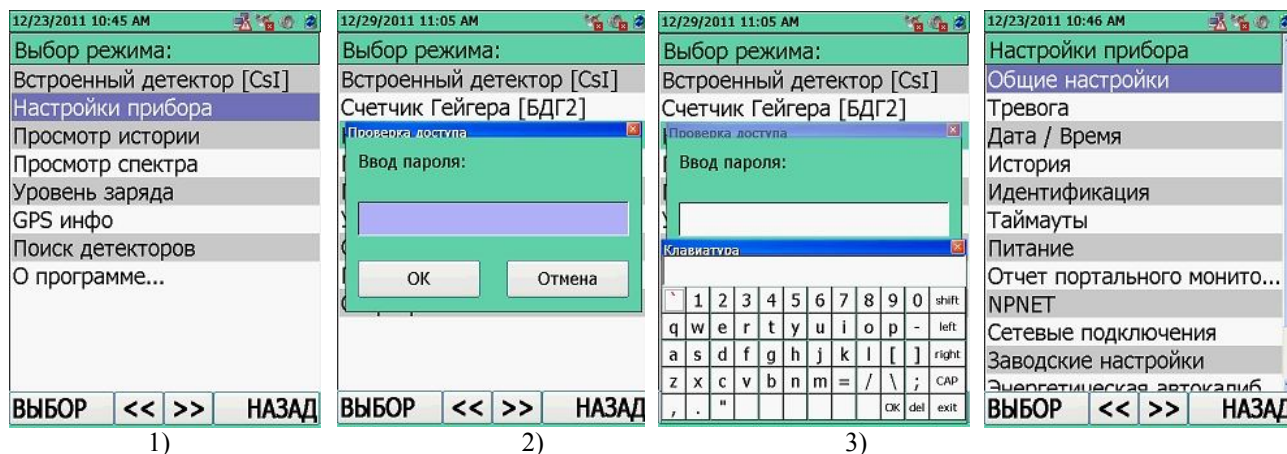

Рисунок 11.26
Для входа в режим настройки параметров прибора **"Настройки прибора"** необходимо в окне индикации режимов работы прибора выбрать пункт меню **"Настройки прибора"**, рисунок 11.26 (1). В окно отображения режимов работы прибора можно войти при нажатии на кнопку РЕЖИМ из любого режима работы. Выбор требуемого пункта меню **"Настройки прибора"** осуществляется перемещением курсора при помощи кнопок джойстика ВВЕРХ/ВНИЗ. Подтвердить переход в режим **"Настройки прибора"** необходимо нажатием центральной кнопки джойстика ВВОД или кнопки ВЫБОР, рисунок 11.26 (1).
Доступ в режим настройки параметров прибора **"Настройки прибора"** защищен паролем доступа. Для ввода пароля необходимо, нажатием центральной кнопки джойстика ВВОД , вызвать панель виртуальной клавиатуры, рисунок 11.26 (2, 3). По умолчанию изготовитель устанавливает пароль – "1". Используя кнопки направления ВВЕРХ/ВНИЗ/ВЛЕВО/ВПРАВО установить курсор в нужное место на клавиатуре, а кнопкой ВВОД  ввести пароль в поле "Ввод пароля:". Кнопкой МЕНЮ/ВЫБОР  подтвердить введенный пароль (OK). Пользователь войдет в режим настройки параметров прибора **"Настройки прибора"**, рисунок 11.26 (4).